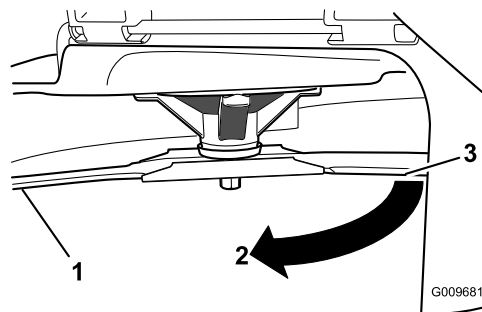

Figura 51
4. Gire la misma cuchilla 180 grados de manera que el otro filo de corte esté en la misma posición (Figura 51).